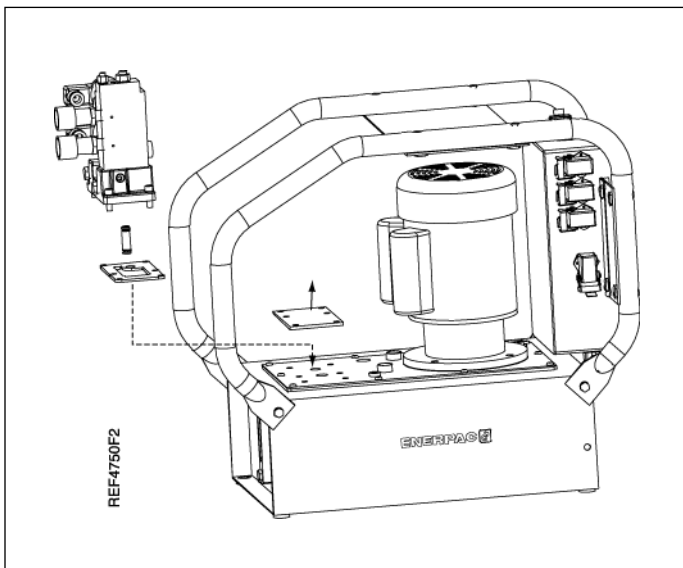

Figure 2
4.1 Montage du distributeur (figure 2)